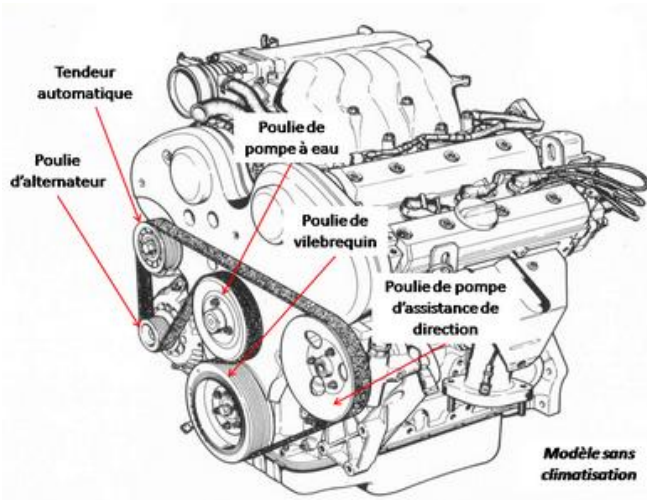

Figure 7
- Déposer la poulie de vilebrequin (6 vis Torx E10, Figure 7).